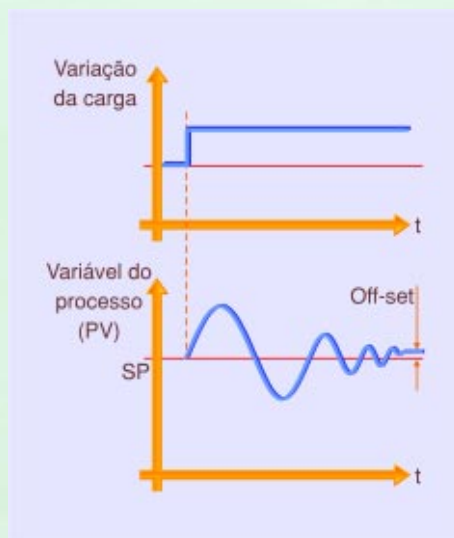

Figura 7 - Ilustração do off-set.
Porém, quando o circuito se estabiliza ele não se estabiliza no *set-point* (SP), e sim em um valor fora dele que é chamado de *off-set* (**figura 7**). Esse erro é uma característica do circuito proporcional e é maior quanto menor for o ganho do circuito, tornando-se menor à medida que aumentamos o ganho. Em contrapartida, quando aumentamos o ganho aumenta-se também a possibilidade de oscilações na variável do processo, portanto, esse é um parâmetro que deve ser muito bem otimizado no controlador.